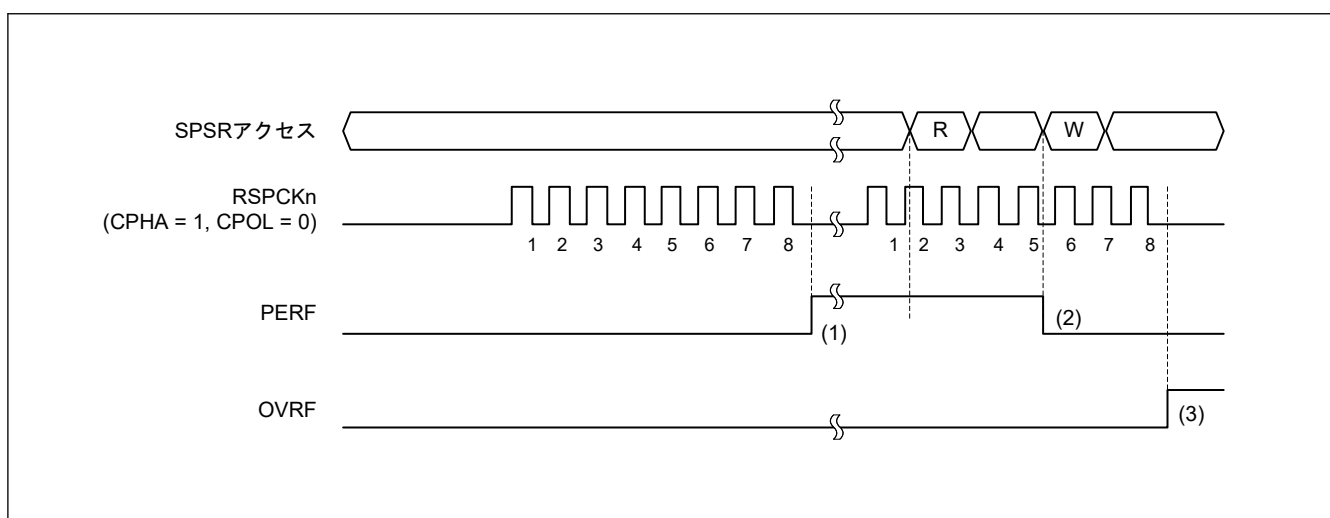

図 30.42 OVRF フラグおよび PERF フラグの動作例
図 30.42 に、OVRF フラグと PERF フラグの動作例を示します。図 30.42 に記載の SPSR アクセスは、SPSR レジスタへのアクセス状況を示しています。W は書き込みサイクル、R は読み出しサイクルを示しています。この例では、SPCR.TXMD ビットが 0、SPCR2.SPPE ビットが 1 の状態で全二重同期式シリアル通信を行います。SPCMDm.CPHA ビットが 1、SPCMDm.CPOL ビットが 0 の設定で、SPI が 8 ビットのシリアル転送を実行しています。RSPCKn 波形の下に記載した数字は、RSPCK サイクル数（＝転送ビット数）を示しています。
以下に、図 30.42 の (1)～(3) に示したタイミングでのフラグの動作内容を説明します。